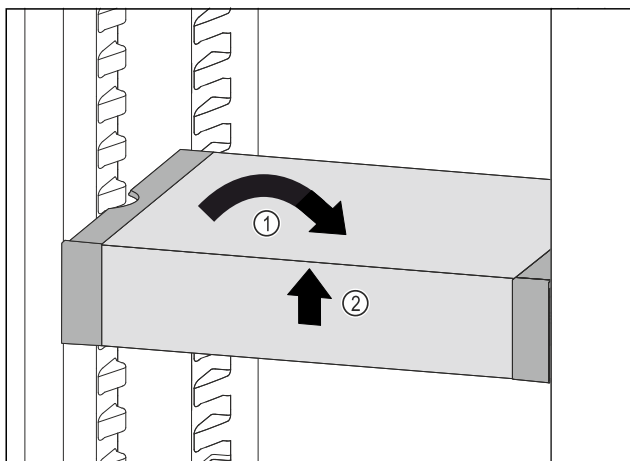

Fig. 46
- Ställ VarioSafe rakt. Fig. 46 (1)
- Lyft VarioSafe framåt. Fig. 46 (2)